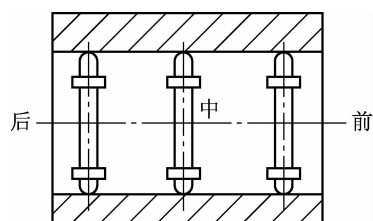

图 3-46 测量孔的圆柱度误差
(4) 测量孔的圆柱度误差。如图 3-46 所示, 孔径全长的最大值与最小值之差的一半即为孔的圆柱度误差。